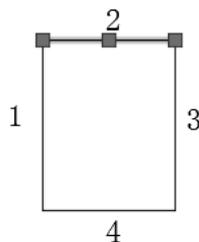

图 11-54 分解矩形
(1) 绘制矩形。单击“绘图”工具栏中的“矩形”按钮, 绘制一个长为 45mm、宽为 55mm 的矩形。
(2) 分解矩形。单击“修改”工具栏中的“分解”按钮, 将矩形进行分解, 如图 11-54 所示。